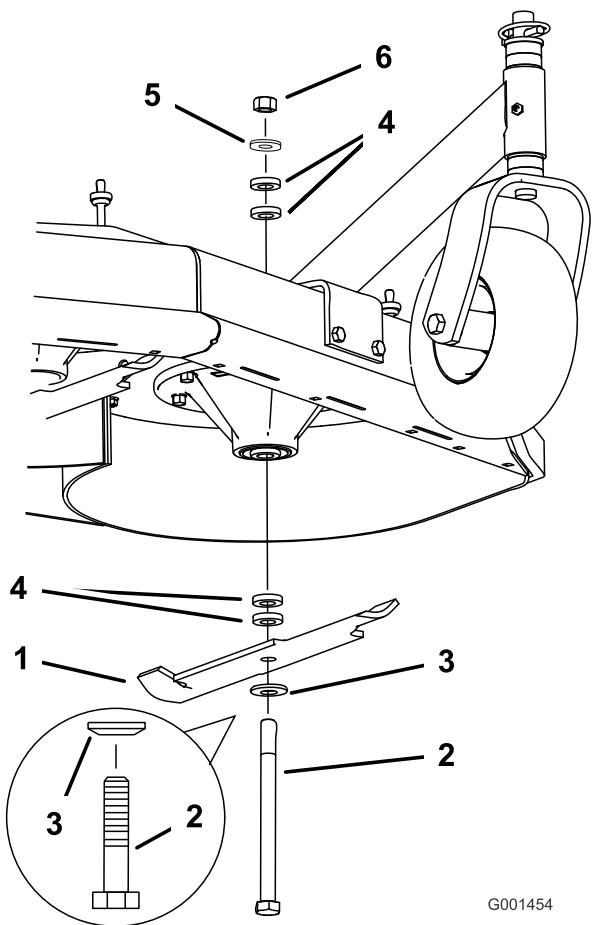
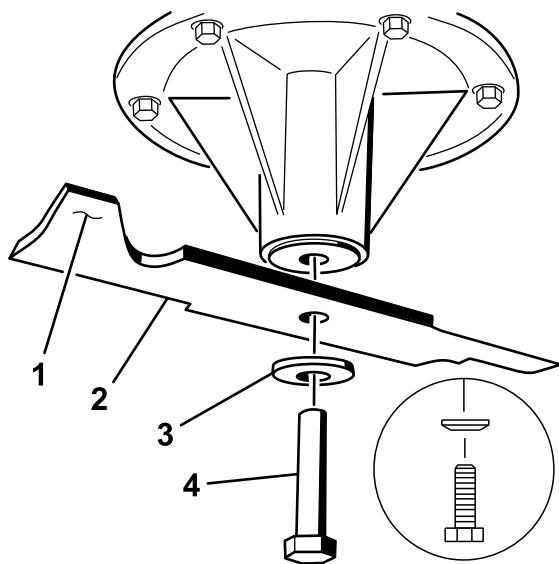

Figura 7
Figura 8
Importante: La costa della lama (cioè la sezione curvata verso l'alto) deve essere rivolta verso l'interno del tosaerba (Figura 7).
2. Montate le nuove lame sui fuselli con le rondelle e i bulloni della lama precedentemente rimossi (Figura 7 o Figura 8).
3. Solo per tosaerba con piatto di taglio fisso, serrate il bullone della lama a un valore compreso tra 101 e 108 Nm (Figura 7).
4. Per i tosaerba GrandStand e i tosaerba con piatto di taglio flottante, serrate il bullone della lama a un valore compreso tra 115 e 150 Nm (Figura 8).